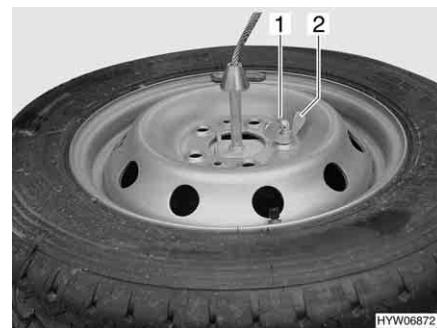

Fig. 223 Ruota di scorta
- Togliere la copiglia (Fig. 223,1) e il dado ad alette (Fig. 223,2) del supporto per la ruota di scorta.